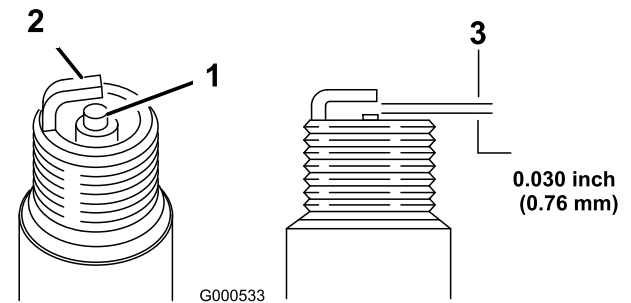

Figura 52
2. Compruebe la separación entre los electrodos central y lateral (Figura 52) y doble el electrodo lateral si la separación no es correcta.
1. Mire la parte central de las bujías (Figura 52).